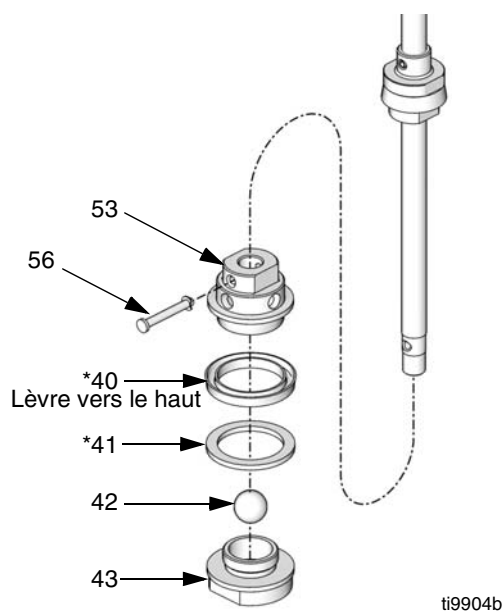

FIG. 21
8. Retirez l'axe à épaulement (56). Retirez l'ensemble soupape de piston. Dévissez la soupape (43) du corps de piston (53). Enlevez le segment (41\*), le joint à lèvres (40\*) et la bille (42). Contrôlez l'état de toutes les pièces. Voir FIG. 21.